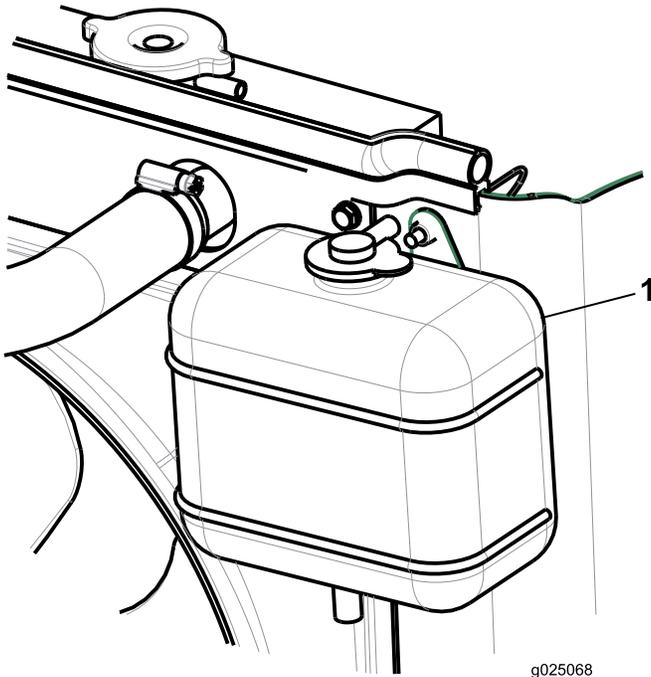

Bild 28
2. Prüfen Sie den Kühlmittelstand im Ausdehnungsgefäß (Bild 28).